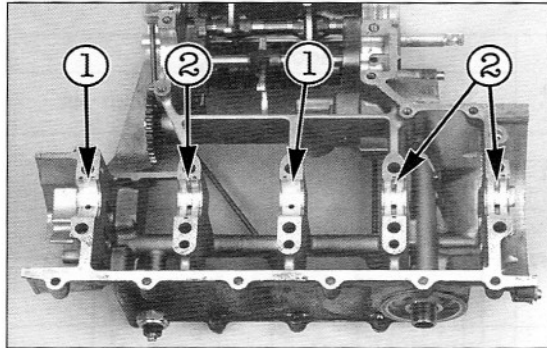

Bild 255
- Lagerschalen so in Kurbelgehäuse (Bild 255) einsetzen, dass Lagerschalen mit und ohne Ölnut wie gezeigt verteilt sind.